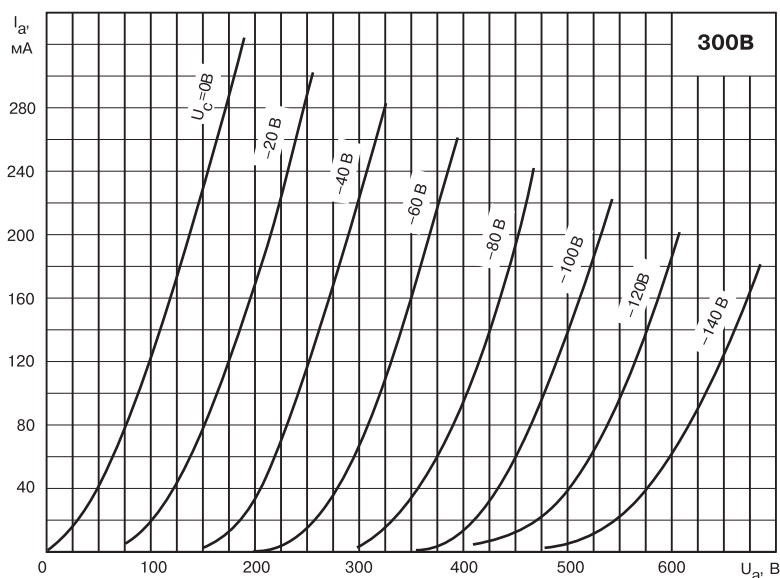

Рис. 3.9. Типовые вольтамперные характеристики 300В
- ♦ линейные ВАХ (см. рис. 3.9);